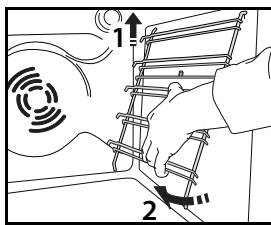

Fig.5
2. Ta ut stegarna genom att lyfta dem (1) och vrida dem (2) så som visas i bilden Fig.5.